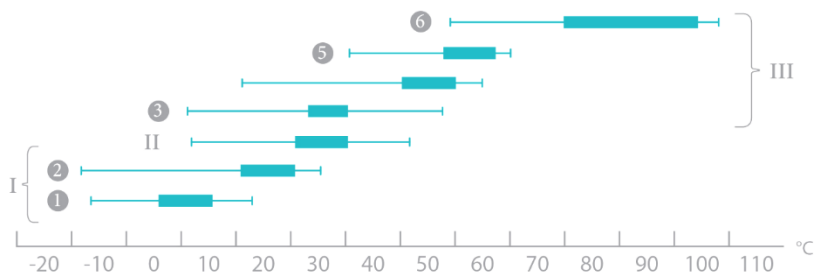

Рисунок 4. Температурные границы и оптимальные зоны роста прокариот и основанная на этом их классификация.
8.1. Особенности распределения температуры: (психрофилы, мезофилы, термофилы). По оптимальной температуре роста микроорганизмы разделяются на три принципиальных группы (рисунок 4):
- Психрофилы (I): облигатные (1) и факультативные (2).
- Мезофилы (II).
- Термофилы (III): термотолерантные (3), факультативные (4), облигатные (5) и экстремальные (6).